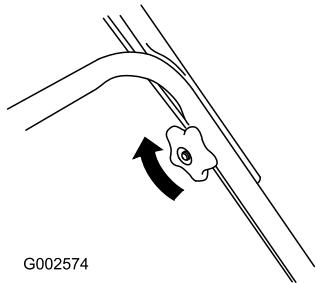

Рисунок 4
- Затяните маховички на рукоятке (Рисунок 4).